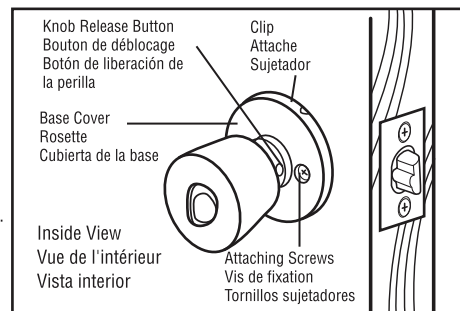

Fig. 2
Step 2: Remove both handles from the door by removing attaching screws from base of inside handle (Fig. 2). If none are visible, remove knob by depressing release button then remove base cover by prying up at clip point to expose screws. For new installations, drill holes using your lock manufacturer's instructions.
Étape 2: Retirez les vis de la base de la poignée intérieure de façon à retirer les deux poignées de la porte (Fig. 2). Si les vis ne sont pas exposées, retirez la poignée en appuyant sur le bouton de déblocage, puis retirez la rosette en la soulevant depuis le point d'attache. En cas de nouvelle installation, percez des trous conformément aux instructions du fabricant de votre serrure.
Paso 2: Retire ambas manijas de la puerta retirando los tornillos fijadores desde la base de la manija interior (Fig. 2). Si ninguno está visible, retire la perilla presionando el botón de liberación y luego retire la cubierta de la base haciendo palanca en el sujetador para exponer los tornillos. Para instalaciones nuevas, taladre orificios siguiendo las instrucciones del fabricante de la cerradura.